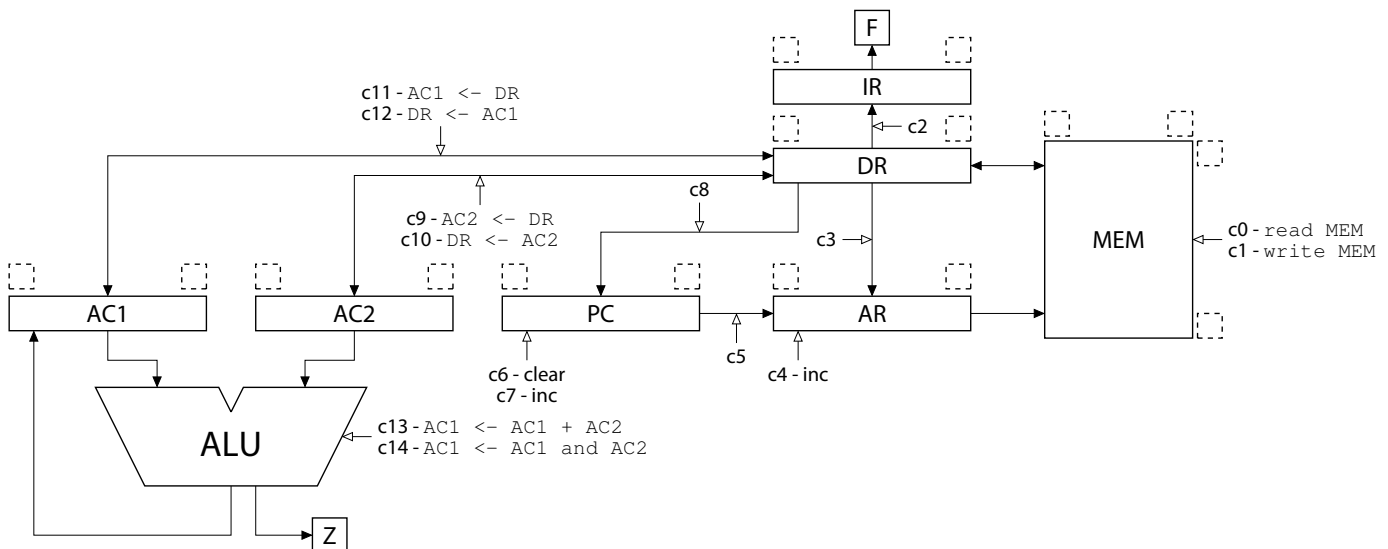
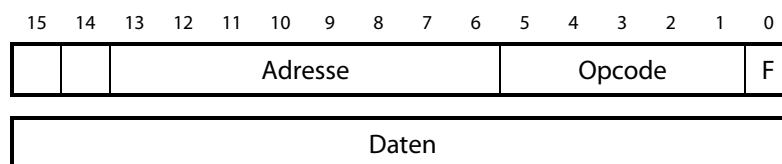

Abbildung 2: Operationswerk
Abbildung 3: Befehlsformat
Gegeben sei das in Abbildung 2 dargestellte Operationswerk (OW) mit dem Speicher MEM, der bis zu 256 Werte aufnehmen kann. Das Befehlsformat der CPU ist in Abbildung 3 dargestellt. Das LSB erlaubt es, einzelnen Befehlen ein Flag (F) als Teil des Opcodes, der in das IR geladen wird, mitzugeben. Sollte es sich bei dem Speicherinhalt nicht um einen Befehl handeln, so werden die kompletten 16 Bit als Daten interpretiert und müssen von der CPU verarbeitet sein. Die CPU stellt zwei Flags zur Verfügung. Das Z-Flag gibt an, ob das Ergebnis der letzten Operation eine Null ($Z=1$) war. Das F-Flag gibt an, ob der Inhalt des Datenregisters ungerade ist ($F=1$).
- Ergänzen Sie im OW aus Abbildung 2 die fehlenden Breitenangaben der einzelnen Register in den gestrichelten Kästchen. Jedes Register soll nur so breit sein, wie es notwendig ist.